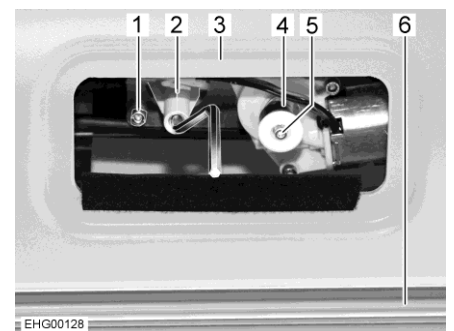

Fig. 36 Accès au moteur
- Retirer le cache amovible via le revêtement du pare-brise (Fig. 36,3). Le moteur (Fig. 36,1) est désormais accessible.
- Retirer la douille (Fig. 36,4).
- Appuyer sur le bouton de sécurité blanc (Fig. 36,5) et le maintenir enfoncé.
- Placer la manivelle dans le logement prévu à cet effet (Fig. 36,2).
- Déplacer le dispositif occultant plissé (Fig. 36,6) vers le haut ou le bas à l'aide de la manivelle.
- Lorsque les deux barres-poignées ont été déplacées hors du champ de vision : relever le bouton de sécurité (Fig. 36,5).